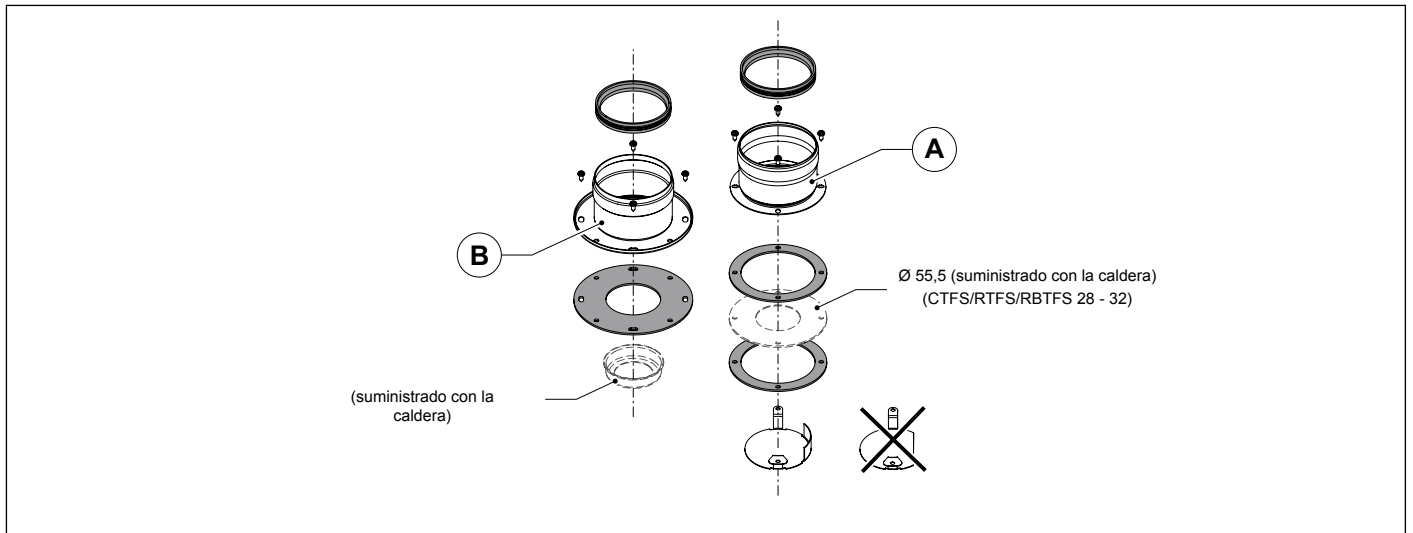

Fig. 13 OSDOPPIA13
- Instalar el deflector de aire específico (ver Fig. 13 OSDOPPIA13).
- Instalar el deflector de aire específico (ver Fig.13 OSDOPPIA13).